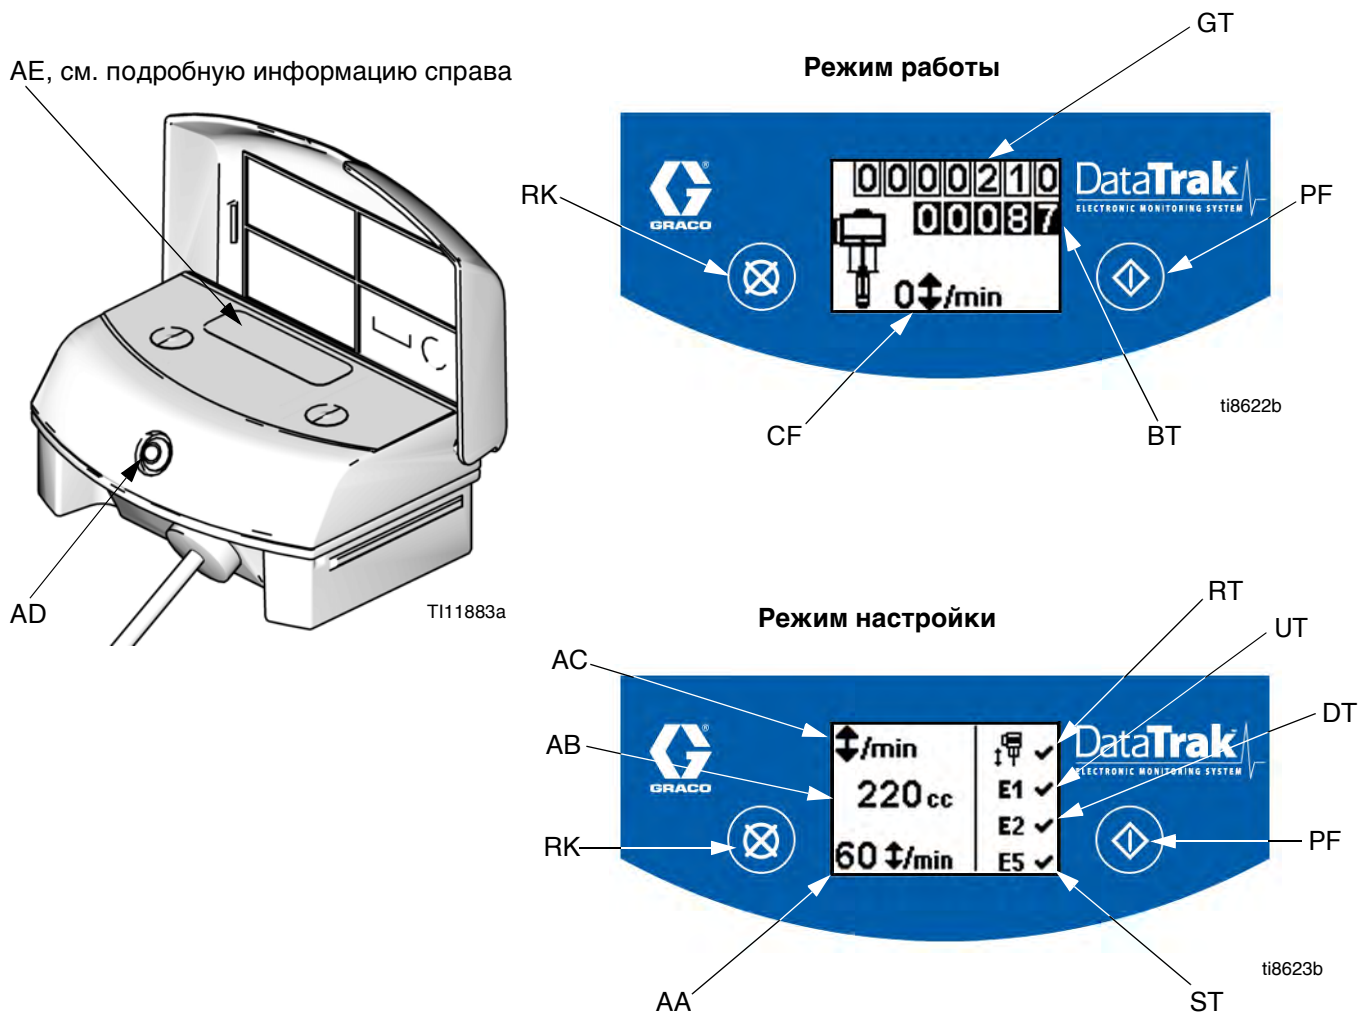

Рис. 7. Элементы управления и индикаторы модуля DataTrak
Расшифровка обозначений на Рис. 7.
1. См. Рис. 7. Нажмите и удерживайте  в течение 5 секунд, пока не появится меню настройки.
ПРИМЕЧАНИЕ. Если включена защита от неуправляемого разгона, а также опции ошибок E1, E2 и E5, на экране настройки появится . См. Рис. 7.
1. См. Рис. 7. Если происходит неуправляемый разгон насоса, защитный электромагнит приводится в действие и останавливает насос. Светодиодный индикатор (AD) начнет мигать, и дисплей (AE) укажет состояние разгона (см. Табл. 1). На дисплее будут циклически повторяться шесть сообщений с инструкциями.
2. Экраны разгона 1 и 2: для возврата электромагнита защиты от разгона в исходное состояние, закройте главный воздушный клапан (E). Подождите, пока воздух полностью не выйдет из пневматического двигателя.
3. Экраны разгона 3 и 4: после того как выйдет воздух, нажмите кнопку выключения электромагнита (J), чтобы вернуть воздушный клапан в исходное состояние. Кнопка снова появится на экране, после того как на воздушный клапан будет подано давление.
5. Для перезапуска насоса откройте главный воздушный клапан (E).
ПРИМЕЧАНИЕ. Чтобы отключить защиту от неконтролируемого разгона, перейдите в режим настройки и установите для разгона значение 0 (ноль) или переведите переключатель (RT) в положение "выкл"  (см. Рис. 7).
- См. Рис. 7. Для входа в режим заправки/промывки нажмите любую кнопку, чтобы включить дисплей, а затем нажмите . На дисплее появится символ заправки/промывки, и светодиодный индикатор начнет
- При включенном режиме заправки/промывки защита от неуправляемого разгона отключена, и счетчик партий продукции (BT) не выполняет подсчет. Общий счетчик (GT) продолжает выполнять подсчет.
См. Рис. 7. Последняя цифра на счетчике партий продукции (BT) означает десятые доли галлонов или литров. Чтобы обнулить счетчик, нажмите любую кнопку для включения дисплея, а затем нажмите и удерживайте  в течение 3 секунд.
См. Рис. 7. Дисплей (AE) отключится через 1 минуту пребывания в неактивном состоянии в рабочем режиме или через 3 минуты в режиме настройки. Для включения дисплея нажмите любую кнопку.
Модуль DataTrak может диагностировать некоторые проблемы в работе насоса. Если монитор обнаруживает проблему, то светодиодный индикатор (AD, Рис. 7) будет мигать и на дисплее появится код диагностики. См. Табл. 1.